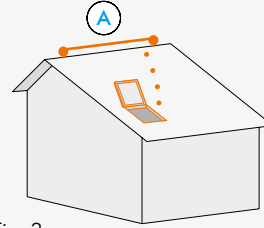

Fig. 3
- von innen, über das hauseigene Dachfenster (Abb. 3). In beiden Situationen muss der Arbeiter gesichert sein: